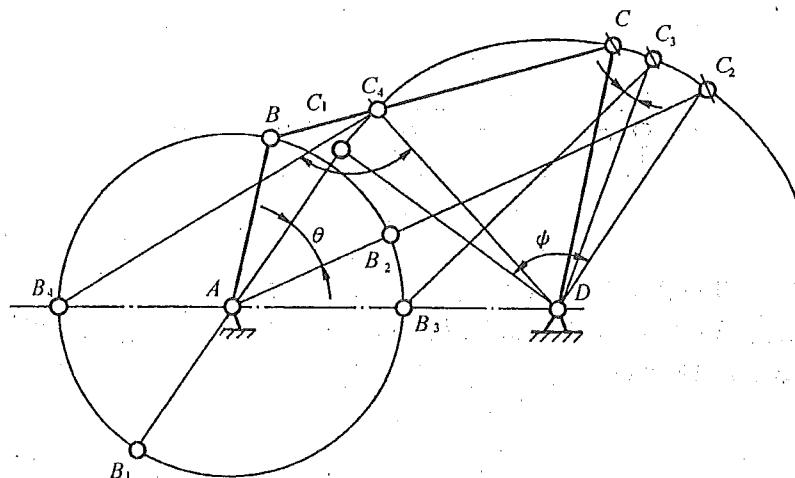

图 2-8
(2) 有摇杆, CD 为摇杆。摇杆摆角为 ψ 。
(3) 有急回特性。极位夹角的求法见图 2-8 所示; $K = \frac{180^\circ + \theta}{180^\circ - \theta}$
(4) 如图 2-8 所示, 当曲柄 AB 和机架 AD 重合的时候, 即曲柄 AB 和机架 AD 的夹角为 0° 或者 180° 时, 有两个传动角 $\angle B_3 C_3 D$ 和 $\angle B_4 C_4 D$, 那么机构的最小传动角 γ_{\min} 就为 $\angle B_3 C_3 D$ 和 $180^\circ - \angle B_4 C_4 D$ 中的最小者; 而 $\alpha_{\max} = 90^\circ - \gamma_{\min}$ 。